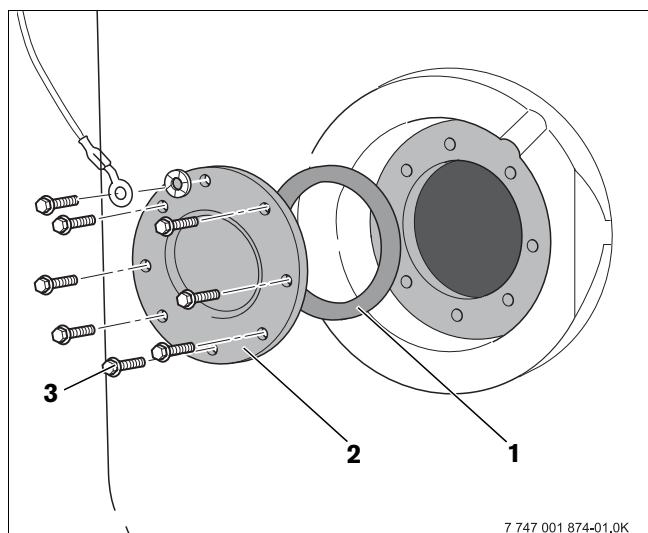

Fig. 11 Démontez le couvercle de la trappe de visite
- Dévisser les vis à tête hexagonale (fig. 11, **pos. 3**) du couvercle de la trappe de visite (fig. 11, **pos. 2**)
- Retirer le couvercle de la trappe de visite ainsi que le joint (fig. 11, **pos. 1**) du préparateur ECS.